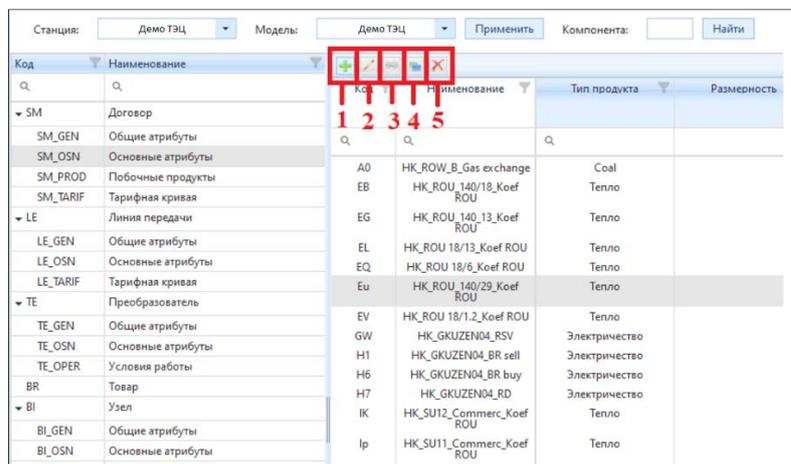
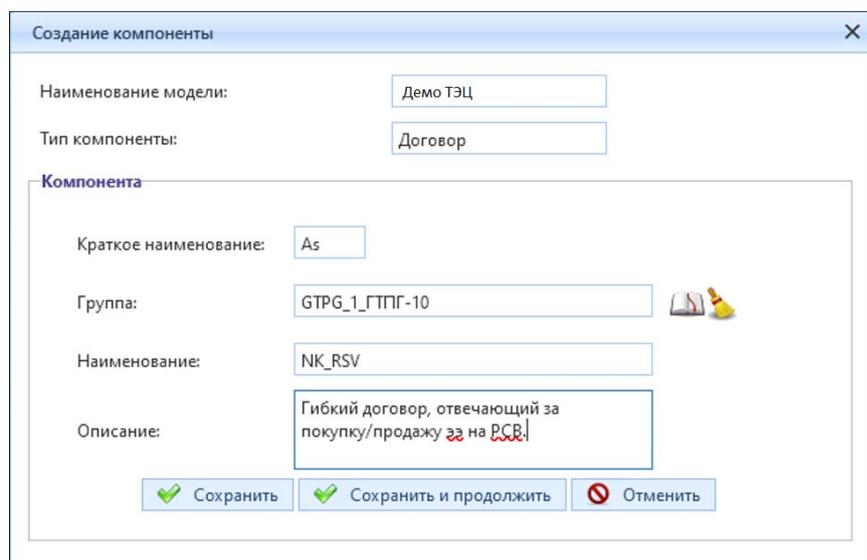
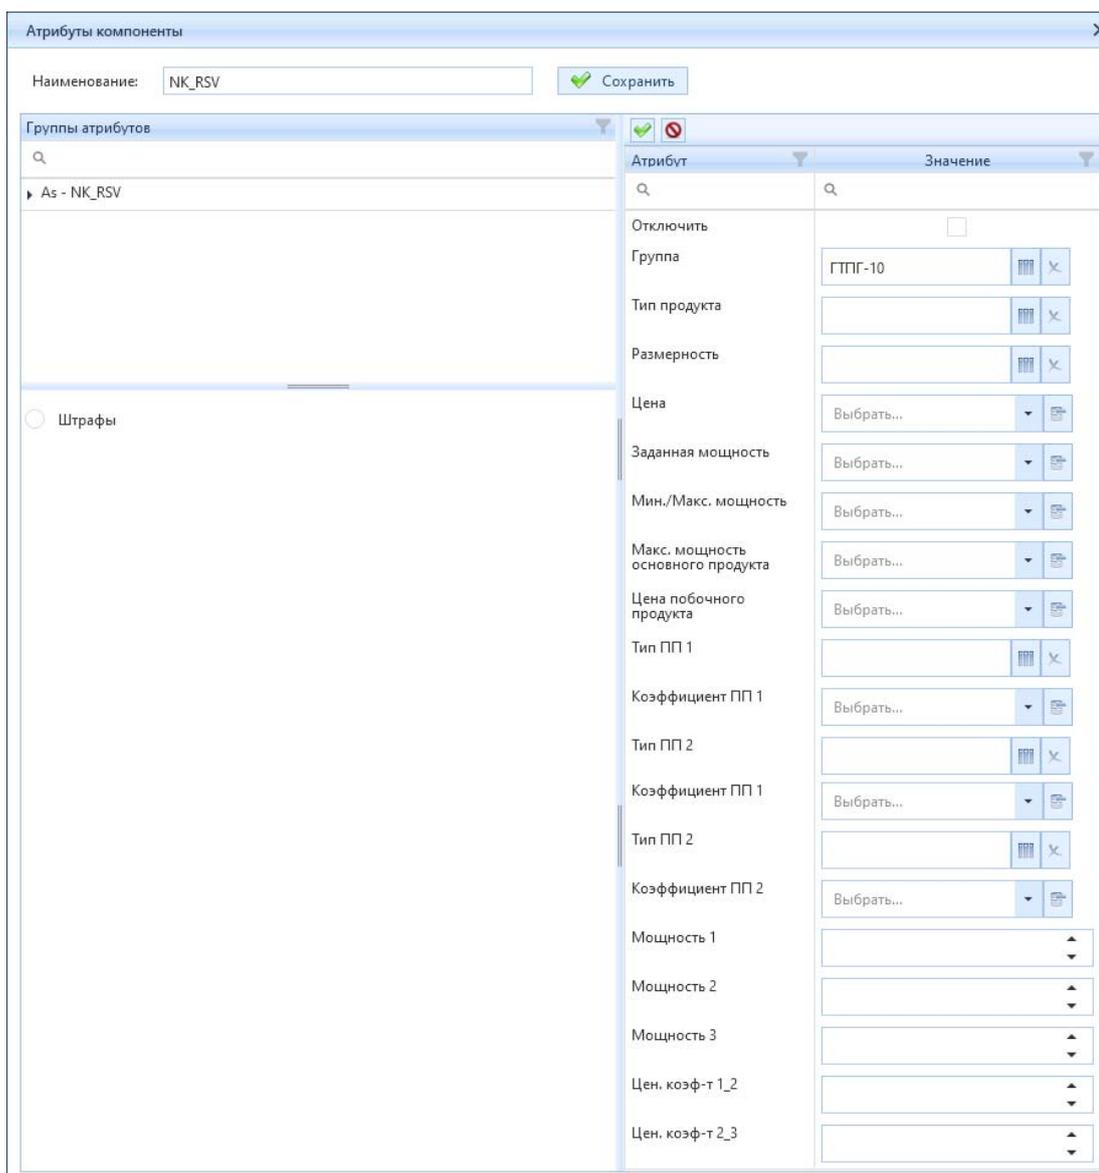

Рисунок 4.3.5 – Подраздел «Моделирование»
Рисунок 4.3.6 – Визуализация окна «Создание компоненты»
Рисунок 4.3.9 – Визуализация окна «Атрибуты компонента» гибкого договора
2. Нажать кнопку (2) «Применить».
5. Нажать кнопку (1) «Добавить» (рисунок 4.3.5).
После нажатия кнопки «Добавить» (рис. 4.3.5) появится всплывающее окно «Создание компоненты» (рис. 4.3.6). Краткое наименование компонента формируется автоматически. Необходимо выбрать группу из справочника, к которой относится компонент. Группа – набор компонентов, объединенных по единому рабочему модулю (поставка топлива, КА, ТГ, ГТУ, ПВК, ГТПГ и т.д.). Ввести полное наименование (не более 40 символов), при необходимости дать комментарий компоненту в ячейке «Описание». Нажать кнопку «Сохранить» (рис. 4.3.6).
Для параметризации компонента необходимо его выбрать и нажать кнопку (2) «Редактировать» (рис. 4.3.5). Появится всплывающее окно «Атрибуты компоненты» (рисунок 4.3.9). Далее требуется выставить все необходимые атрибуты:
Для импорта данных в часовом и суточном разрешении в компонент необходимо нажать на кнопку (3) «Привязка» (рис. 4.3.5).
Копирование компонента с аналогичными атрибутами осуществляется нажатием кнопки (4) «Копировать» (рис. 4.3.5).
Удаление компонента осуществляется кнопкой (5) «Удалить» (рис. 4.3.5).